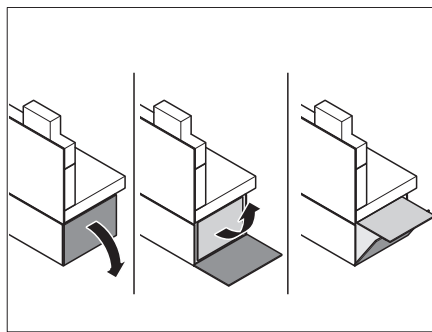

Bild 144 Sitzbankverlängerung ausklappen
- Sitzbankverlängerung (Bild 144) ausklappen.
- Sitzbankverlängerungen (Bild 144) ausklappen.